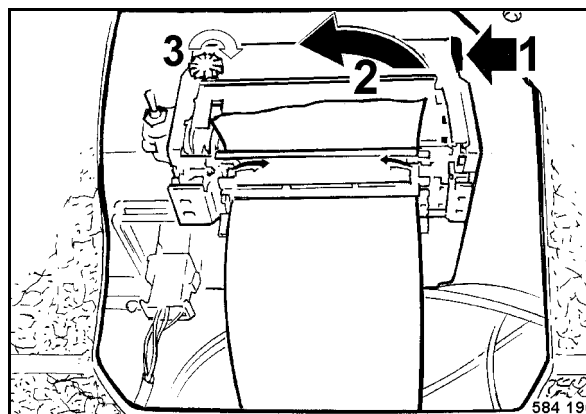

Fig. 88
- Alzar la eclisa en punto 1 (Fig. 88) y sacar la cinta entintada (2) del mecanismo de impresión.